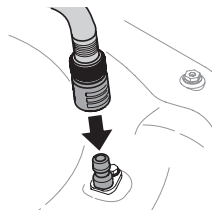

Figure 35
3. Branchez le tuyau d'arrosage et l'embout au gicleur sur le plateau de coupe. Voir Figure 35.